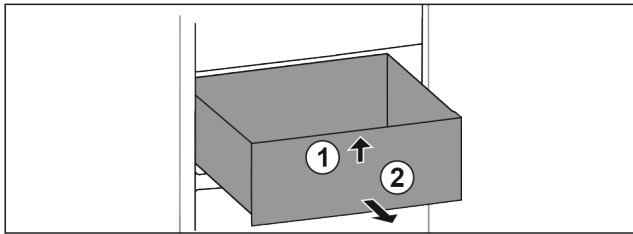

Fig. 113
- Soulever la partie avant du tiroir. Fig. 113 (1).
- Retirer le tiroir par l'avant. Fig. 113 (2)